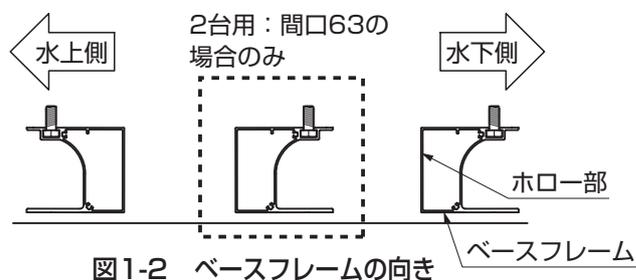

図1-2 ベースフレームの向き
②サポートレッグをベースフレームに【16-1】、【16-3】、【16-4】、【16-5】で取付けてください。
- ベースフレームの向きは図1-2を参照して確認してください。